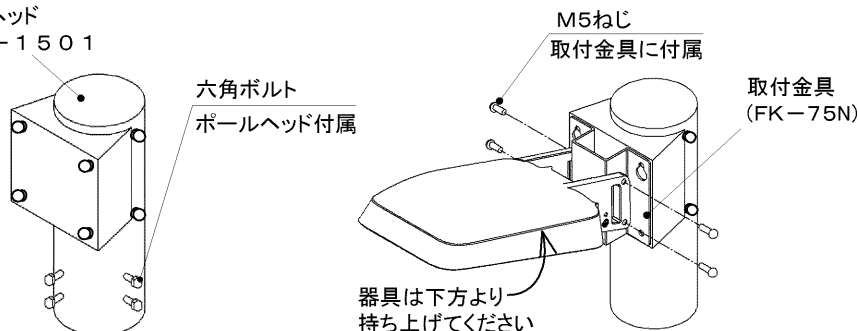

図7 ポールに取り付ける場合
●ポールヘッドに取り付ける場合 (図7)
4. 取付金具の同梱ねじ4本にて、取付金具と器具を(図7)のように締め付けてください。